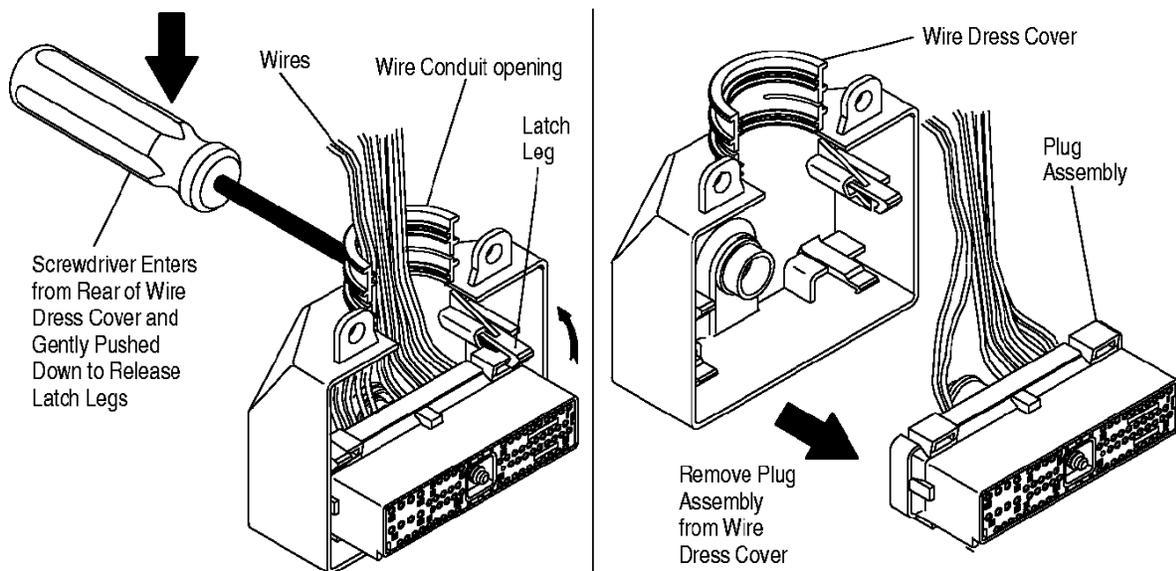

Figure 5
3. Séparer le couvercle et le logement des contacts (plug assembly) en insérant un tournevis dans les ouvertures du couvercle et en appuyant légèrement vers le bas (voir figure 5).
Refer to Figure 5 and proceed as follows:
2. Cut the wire tie around the conduit, and release the four latch legs going into the plug assembly. See Figure 5.